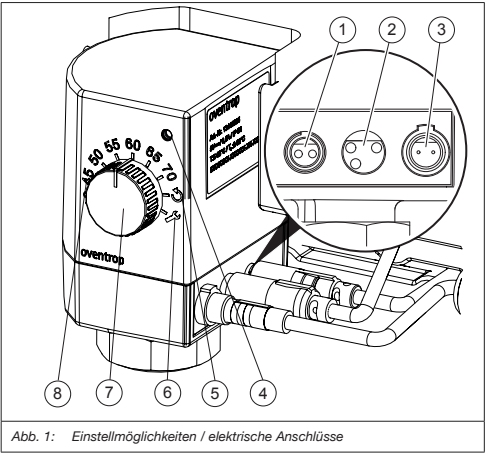

Abb. 1: Einstellmöglichkeiten / elektrische Anschlüsse
2. Vor der Montage des Stellantriebs müssen Sie den vorhandenen Stellantrieb demontieren. Für die Demontage stellen Sie den Stellantrieb auf „Service-Mode“ (siehe Abb. 1). Dadurch fährt der Stellantrieb auf und die Demontage wird erleichtert.
6. Stecken Sie die Steckverbindungen in den Stellantrieb ein (siehe Abb. 1).